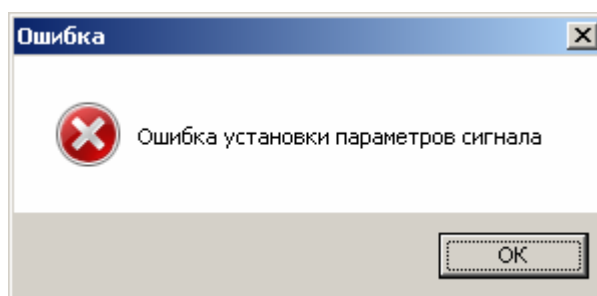

Рисунок 7. Сообщение об ошибке при задании выходного сигнала
5.4 Кнопка «Задать значение» предназначена для установки задаваемых параметров сигнала (частота, амплитуда и значение КГ). В случае возникновения ошибок при установке будет выведено сообщение об ошибке (см. рисунок 7).